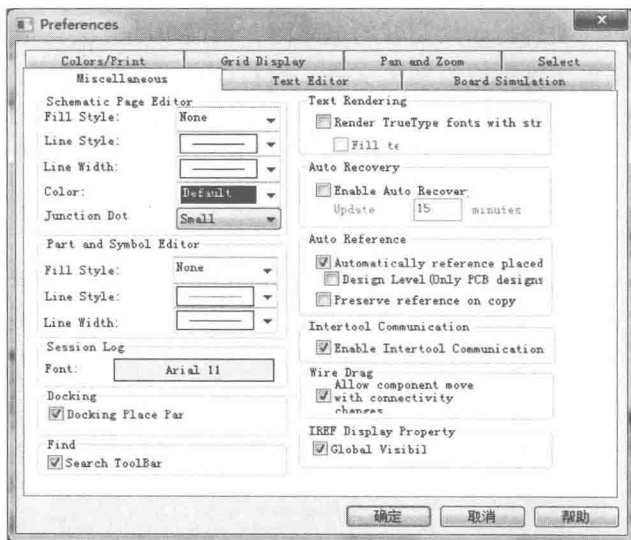

图 2-3-5 杂项的设置
3) 杂项的设置 “Miscellaneous”选项卡有6个区域,包括填充、自动存盘等设置,如图2-3-5所示。